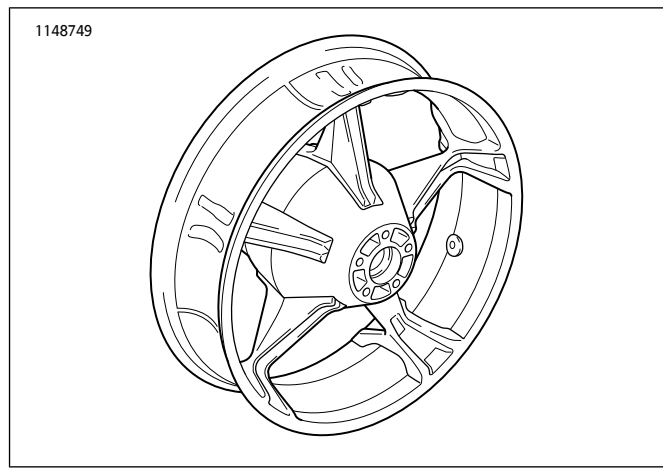

图1。维修零件：Aggressor后轮
参见图1和表1。
2. 参见图1。在车轮上安装阀杆组件(H)。参阅维修手册。